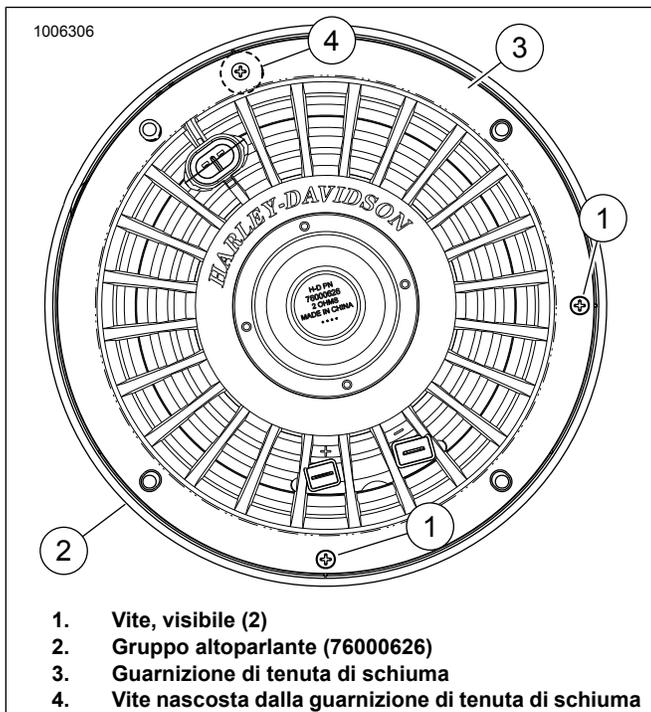
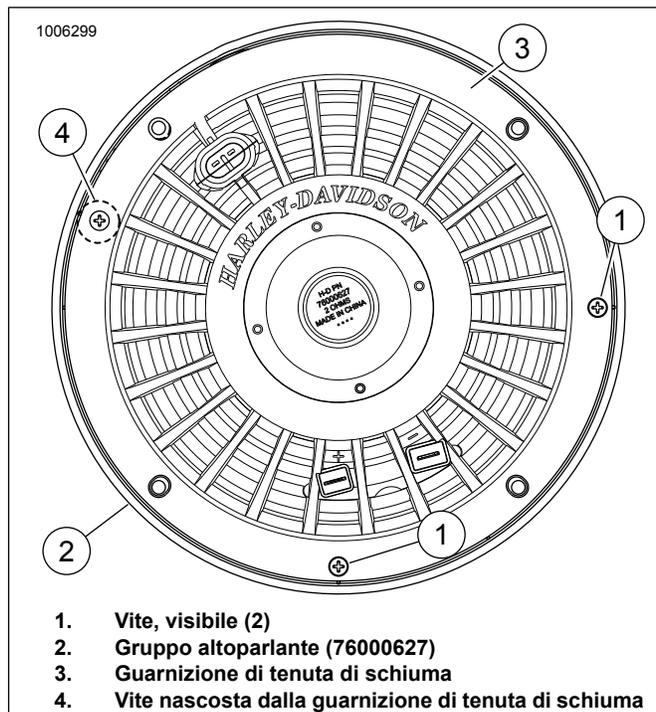

Figura 17. Gruppo altoparlante di sinistra Stage II
Figura 18. Gruppo altoparlante di destra Stage II
Vedere la figura 17. e Figura 18. Individuare la vite nascosta (4) sotto la schiuma. Tracciare con attenzione una piccola "X" sulla vite, con un coltello per hobbistica.